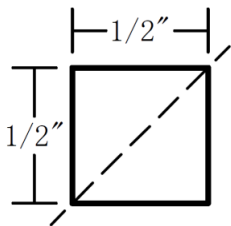

图 2: 角尺主体填充木料的横截面视图
2. 角尺主体上具有 90° 的 V 型凹槽。图 2 展示了填充物的推荐尺寸。